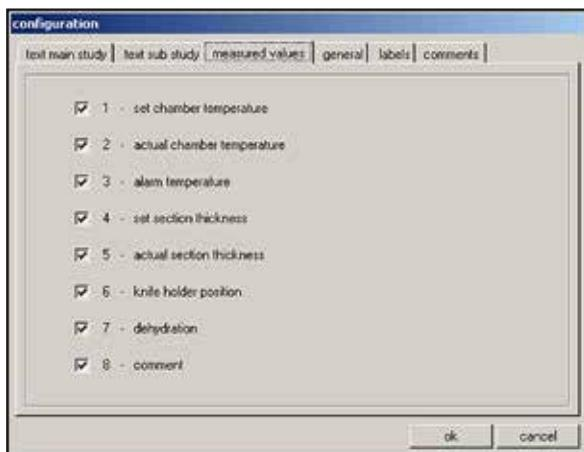

图 37
- 3 **Measured values** 请参见 (→ 图 37) 中的解释